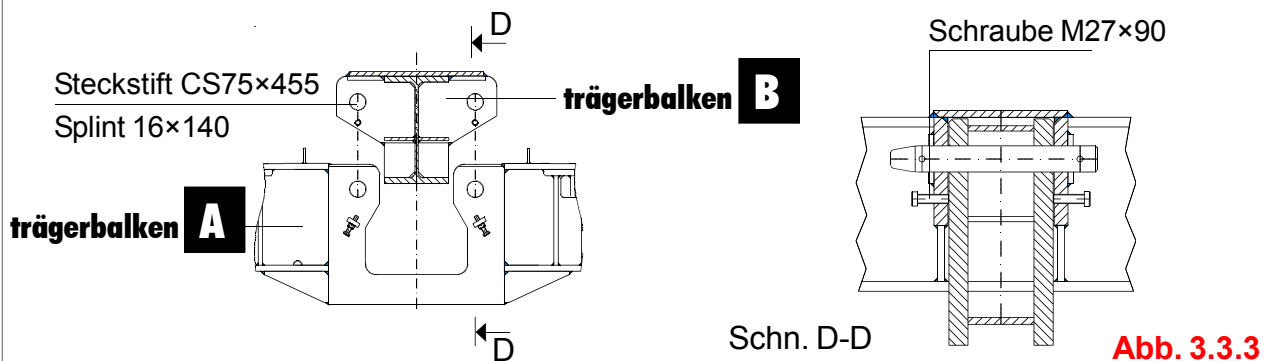

Abb. 3.3.3
- D) den Trägerbalken "B" von dem Trägerbalken "A" trennen, indem wie im Abschnitt 2.1.1 (Wagen C32) und in Abschnitt 2.1.2 (Wagen C38) angegeben vorgegangen wird, allerdings in umgekehrter Reihenfolge. (Abb.3.3.3).